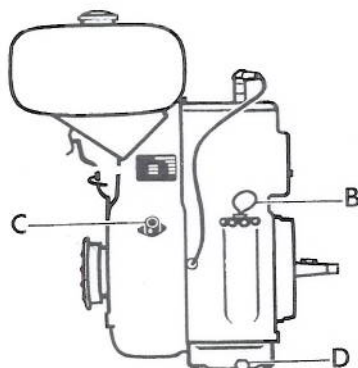

Bild 1
Handelsübliches Bleibenzin durch einen Siebtrichter in den Kraftstofftank füllen. Mit Hilfe des Ölmessstabes (B, Bild 1) den Ölstand messen. Der Ölstand soll nicht unter dem unteren und nicht über dem oberen Strich am Ölmessstab sein. Luftfilter prüfen; falls nötig, reinigen. Falls der Motor mit einem Ölbadluftfilter ausgerüstet ist, frisches Öl bis zum vorgeschriebenen Ölstand auffüllen.
a. bei Betrieb mit Benzin: Motor auf "Leerlauf" stellen und Abstellknopf drücken (C, Bild 1). Kraftstoffhahn schliessen.
b. bei Betrieb mit Petroleum: Kraftstoffhahn auf "Benzin" stellen und Motor während 2-3 Minuten laufen lassen. Dann Motor auf "Leerlauf" stellen und Abstellknopf drücken (C, Bild 1). Kraftstoffhahn schliessen.